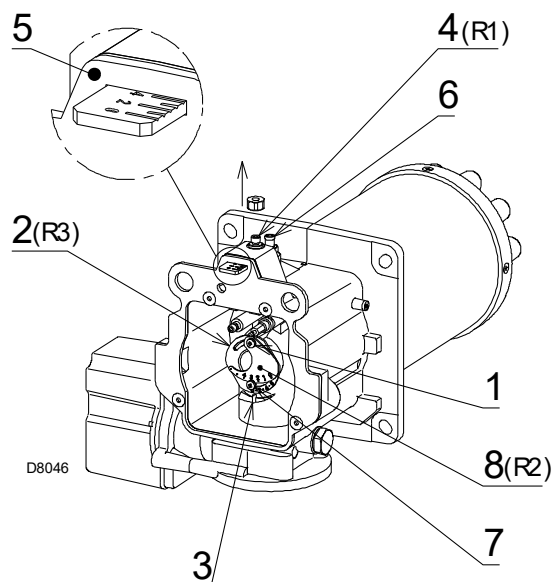

Abb. 19
- Drehen Sie die Schraube 4)(Abb. 19) bis die gefundene Kerbe mit der Vorderseite 5) des Flansches übereinstimmt.
Lösen Sie, um die Einstellung zu erleichtern, die Schraube 6)(Abb. 19), nehmen Sie die Einstellung vor und ziehen Sie sie dann wieder fest.
- Drehen Sie den Partialisierer 8)(Abb. 19) bis die gefundene Kerbe mit der Schraube 1) übereinstimmt.
- Lockern Sie die Schrauben 1) und 7)(Abb. 19) und drehen Sie die Nutmutter 2) bis die gefundene Kerbe mit dem Index 3) übereinstimmt.